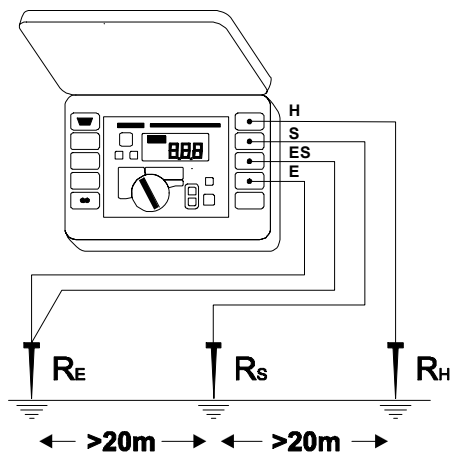

Рис.9. Четырехполюсная схема измерения сопротивления заземления
1. Соединить заземлитель с измерительными гнездами [3] и [4] измерителя, обозначенными как „E” и „ES” соответственно (Рис.9).